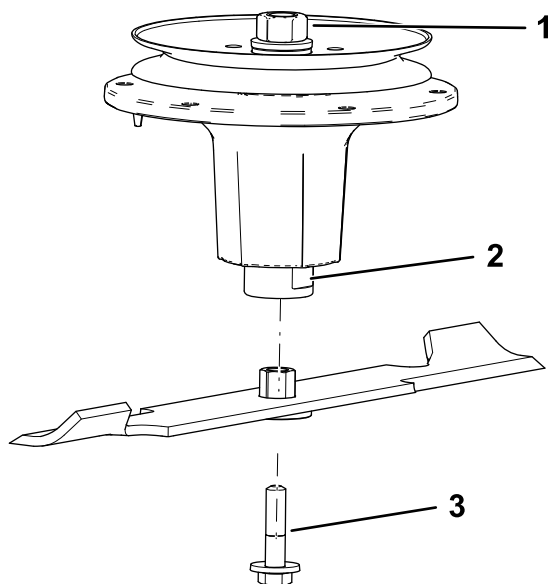

Figure 97
2. Installez l'ensemble douille et lame sur l'axe de pivot (Figure 97).